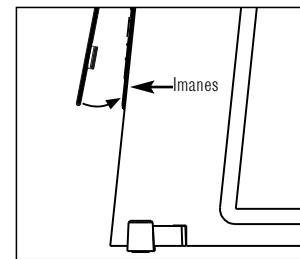

Figura 4.
2. Deje que los imanes acerquen la parte inferior de la rejilla al altavoz. Asegúrese de que las dos pestañas se han introducido correctamente en las ranuras para poder sujetar el peso de la rejilla, tal como muestra la imagen lateral de la Figura 4.